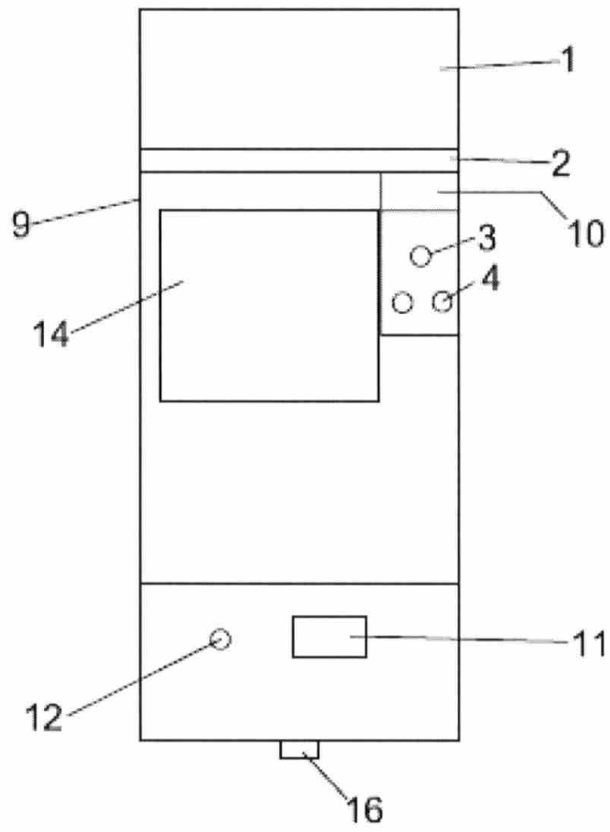

Figura 1
25 La figura 1 muestra el depósito congelador de cubitos de hielo en una vista de alzado, donde se indican una serie de referencias que corresponden a los elementos indicados a continuación, sin que ello suponga carácter limitativo alguno:
La figura 1 muestra un fabricante de cubitos de hielo. Debajo del fabricante de hielo se encuentra una bancada (2) que posee un desagüe para recoger y evacuar al exterior todo el agua que desprende el fabricante de hielo. La bancada está colocada encima del armario congelador (9).